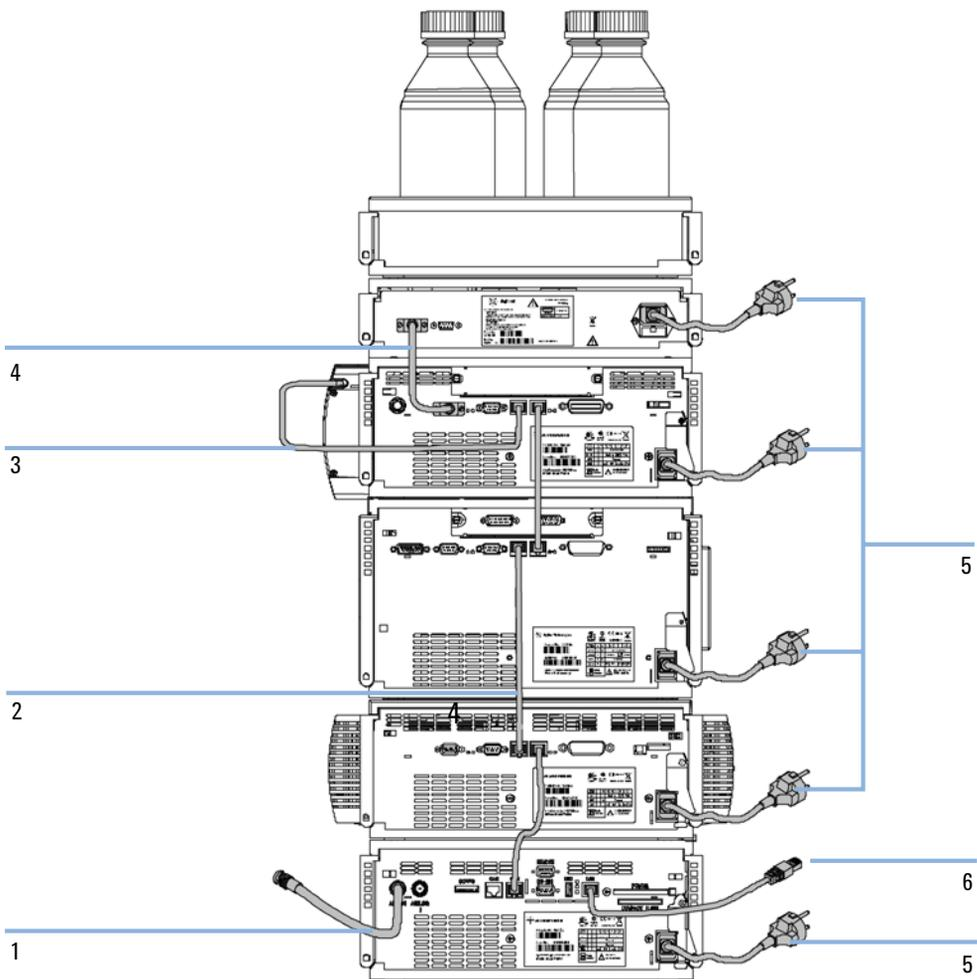

Figura 6 Configuración recomendada de la torre de módulos (vista posterior)
- 4 Conecte el cable CAN al conector CAN del módulo siguiente, consulte Figura 6 en la página 34.
- 4 Conecte el cable APG al conector remoto APG de la bomba; consulte Figura 6 en la página 34.